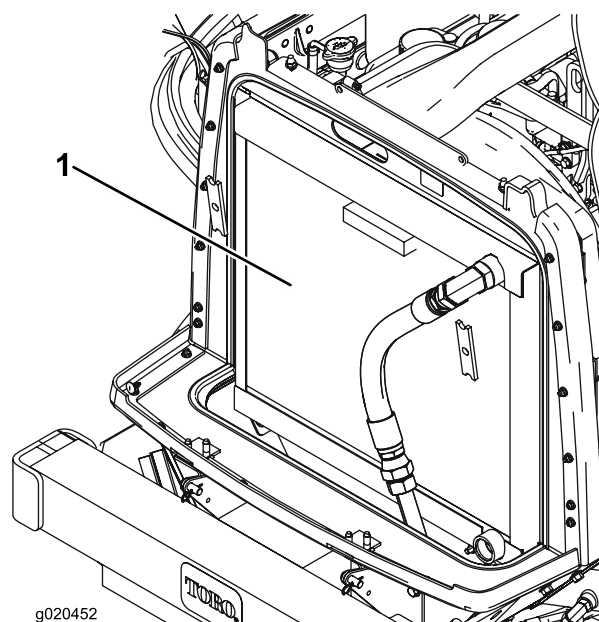

Рисунок 69
3. Тщательно очистите сжатым воздухом область с обеих сторон радиатора и маслоохладителя (Рисунок 69).